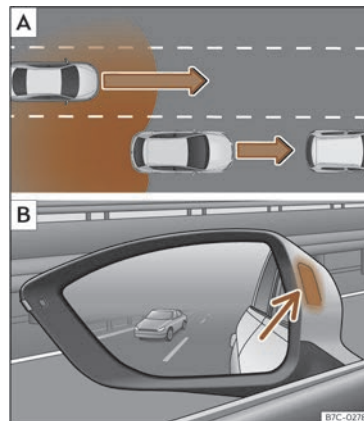

Abb. 122 Schematische Darstellung: **A** Überholen mit Verkehr im hinteren Bereich. **B** Anzeige des Spurwechselassistenten links.
In folgenden Situationen wird die Anzeige in der Kontrollleuchte >>> **(Abb. 122) B** (Pfeil) oder >>> **(Abb. 123) B** (Pfeil) dargestellt:
- Bei einer Überholung durch ein anderes Fahrzeug >>> (Abb. 122) .